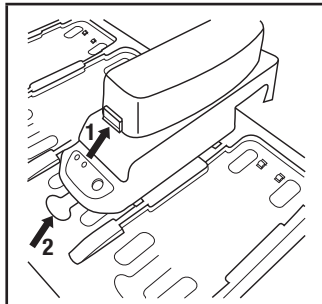

Fig. 3 – Remoción del arnés
- Remoción: Libere la batería del arnés - presione la lengüeta azul en la batería y levántela (Fig. 3, #1).
- TR-640 puede permanecer conectado a TR-944N si así lo desea. Para liberar el arnés de la base, presione la lengüeta ovalada de liberación en la base, deslice el arnés hacia adelante y sáquela (Fig. 3, #2). Asegúrese de no pinchar con los dedos conforme desliza hacia delante la celda.